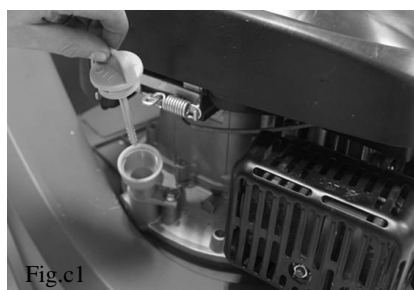

Fig.c1
2) Scoateți stick-ul din gura de turnare a uleiului și turnați ulei de motor (Fig.c1);